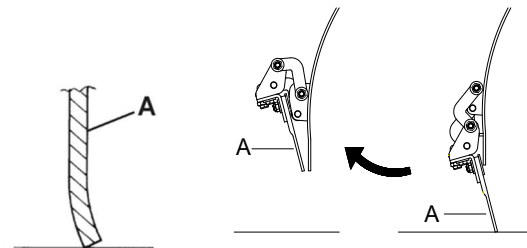

Abb. 36
- Das vordere Wischblatt (A, Abb. 36) leicht den Boden berührt.
12. Drücken Sie das Trittpedal und vergewissern Sie sich, dass das vordere Wischblatt (A, Abb. 36) angehoben ist. Lassen Sie dann das Pedal los und stellen Sie sicher, dass das Wischblatt nicht in einer Zwischenposition bleibt, sondern in seine Ausgangsposition zurückkehrt. Vgl. Sie dazu für die Einstellung oder den Austausch des Steuerkabels des vorderen Wischblatts die Service-Anleitung.